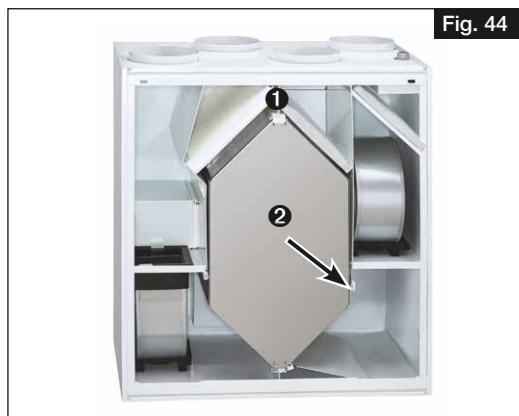

Fig. 44
3. Retirer le bloc de raccordement **1** en haut de l'échangeur à contre-courant (voir Fig. 44).
4. Retirer avec précaution l'échangeur à contre-courant **2** de l'appareil (voir Fig. 44).